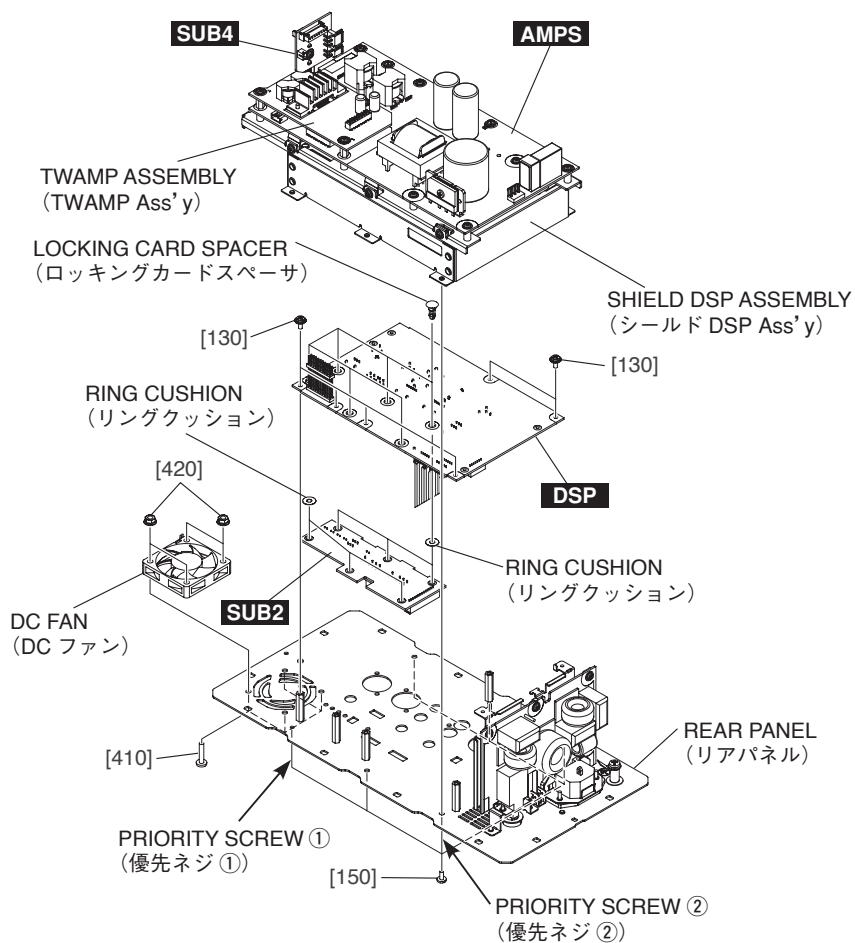
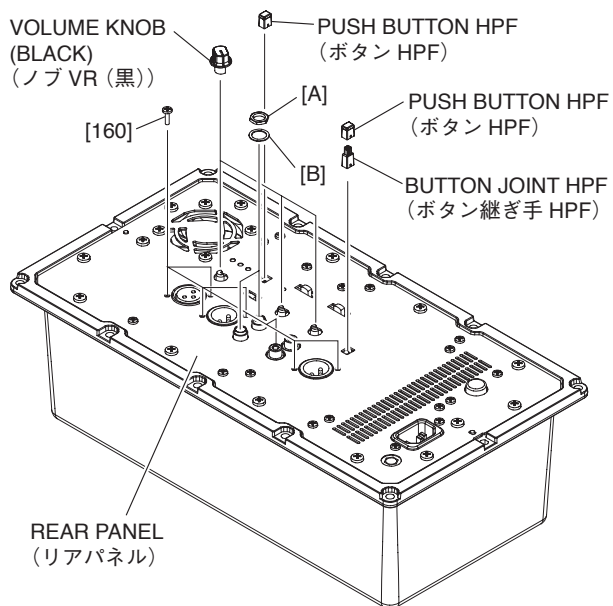

Fig. C-6 (図C-6)
Fig. C-7 (図C-7)
- C-8-4 Remove the six (6) screws marked [150] from the rear panel side. The shield DSP assembly can then be removed together with the AMPS circuit board, TWAMP assembly and SUB4 circuit board. (Fig. C-6)
- * **When installing the shield DSP assembly, first tighten the two (2) priority screws in order as shown in Fig. C-6.**
- C-8-5 Remove the three (3) volume knobs (black), seven (7) screws marked [160], two (2) hexagonal nuts marked [A] and two (2) flat washers marked [B] from the rear panel side. (Fig. C-7)
- C-8-6 Remove the six (6) screws marked [130]. The DSP circuit board can then be removed together with the SUB2 circuit board. (Fig. C-6)
- C-8-7 Remove the SUB2 circuit board from the six (6) locking card spacers of the DSP circuit board. (Fig. C-6)
- * **The push button HPF, the button joint HPF and the six (6) locking card spacers are not parts of the DSP circuit board. When replacing the DSP circuit board, remove the push button HPF, the button joint HPF and the six (6) locking card spacers from the DSP circuit board and install them to the new circuit board. (Fig. C-6, Fig. C-7)**
- * **The push button HPF and the six (6) ring cushions are not parts of the SUB2 circuit board. When replacing the SUB2 circuit board, remove the push button HPF and the six (6) ring cushions from the SUB2 circuit board and install them to the new circuit board. (Fig. C-6, Fig. C-7)**
- C-9-4 Remove the four (4) screws marked [410] and four (4) hexagonal flange nuts marked [420]. The DC fan can then be removed. (Fig. C-6)
- C-8-4 リアパネル面から [150] のネジ 6 本を外して、AMPS シート、TWAMP Ass'y、SUB4 シートと共にシールド DSP Ass'y を外します。(図 C-6)
- ※ シールド DSP Ass'y を取り付けるときは、優先ネジ 2 本を図に示す順番で先に締めてください。(図 C-6)
- C-8-5 リアパネル面からノブ VR (黒) 3 個と [160] のネジ 7 本、[A] の六角ナット 2 個、[B] のワッシャー 2 個を外します。(図 C-7)
- C-8-6 [130] のネジ 6 本を外して、SUB2 シートと共に DSP シートを外します。(図 C-6)
- C-8-7 DSP シートのロッキングカードスペーサ 6 箇所から SUB2 シートを外します。(図 C-6)
- ※ ボタン HPF 1 個とボタン継ぎ手 HPF 1 個、ロッキングカードスペーサ 6 個は、DSP シートの構成部品ではありません。DSP シートを交換する際には、DSP シートからボタン HPF 1 個とボタン継ぎ手 HPF 1 個、ロッキングカードスペーサ 6 個を取り外して、新しいシートに取り付けてください。(図 C-6、図 C-7)
- ※ ボタン HPF 1 個とリングクッション 6 個は、SUB2 シートの構成部品ではありません。SUB2 シートを交換する際には、SUB2 シートからボタン HPF 1 個とリングクッション 6 個を取り外して、新しいシートに取り付けてください。(図 C-6、図 C-7)
- C-9-4 [410] のネジ 4 本と [420] の六角フランジナット 4 個を外して、DC ファンを外します。(図 C-6)